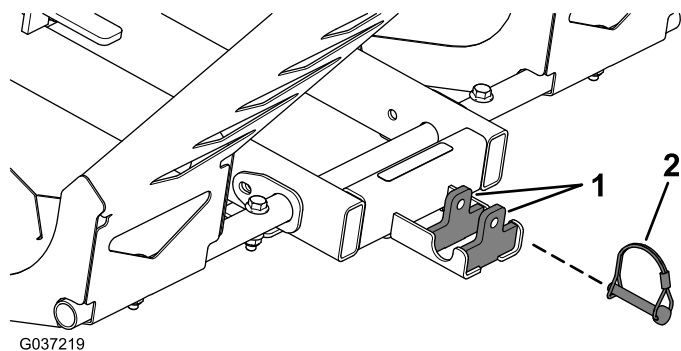

Figura 15
3. Allineate il cavalletto sulla concimatrice tra le alette di fissaggio del cavalletto sul telaio di supporto della concimatrice (Figura 15).
4. Fissate la concimatrice al telaio del relativo supporto utilizzando un perno a scatto (Figura 15).